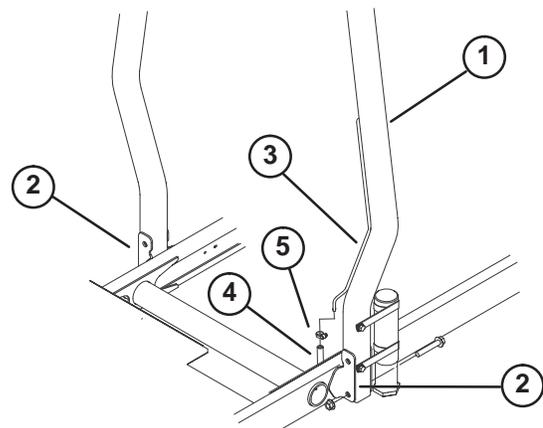

Figure 11
2. Fixez chaque côté de l'arceau de sécurité aux supports de montage avec (2) vis à collerette et contre-écrous (Fig. 11). Serrez les fixations à 81 Nm.